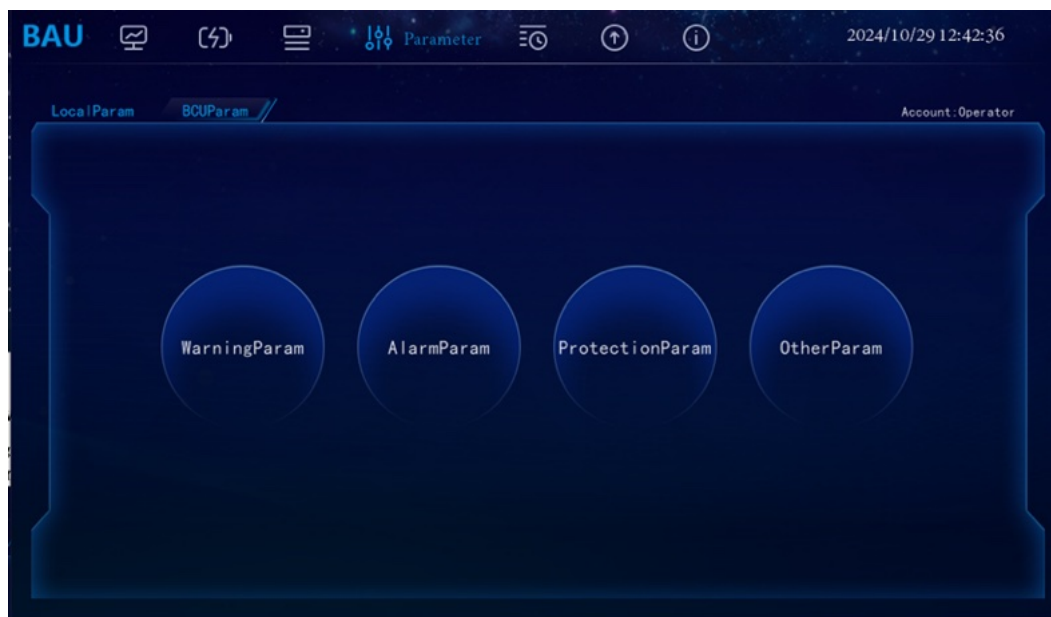

Abbildung 8-9: BCU-Parameterkonfiguration
② BCU-Parameterkonfiguration: Einstellen der Warn-, Alarm- und Schutzparameter sowie weiterer Parameter der BCU (siehe Abbildung 8-9).